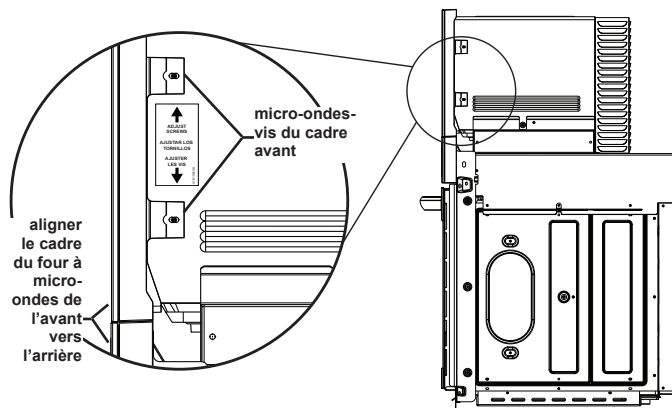

Figure 8
7. Ajustez les vis du cadre avant du four à micro-ondes. Utilisez un tournevis manuel pour ajuster les vis sur le cadre avant du four à micro-ondes pour un ajustement parfait (voir la figure 8).